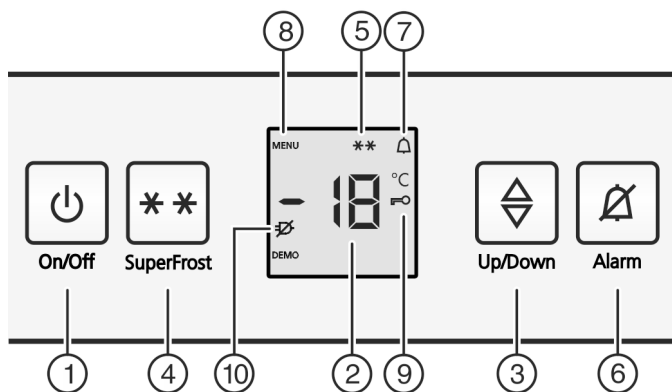

Fig. 2
- El símbolo de SuperFrost Fig. 2 (5) parpadea junto con el indicador de temperatura.*
- ▶ Pulsar tecla On/Off Fig. 2 (1)
- ▶ Activar el modo de ajuste: pulse la tecla SuperFrost Fig. 2 (4) durante aprox. 5 segundos.
- ▷ En el indicador se visualiza el símbolo Menú Fig. 2 (8).
- ▶ Confirmar con la tecla SuperFrost Fig. 2 (4).
- ▷ El símbolo de seguridad para niños *Fig. 2 (9)* se ilumina en el indicador.
- ▶ Pulse brevemente la tecla On/Off *Fig. 2 (1)*.
- ▶ Activar el modo de ajuste: pulse la tecla SuperFrost *Fig. 2 (4)* durante aprox. 5 segundos.
- ▷ En el indicador se visualiza el símbolo Menú *Fig. 2 (8)*.
- ▶ Confirmar con la tecla SuperFrost *Fig. 2 (4)*.
- ▷ El símbolo seguridad para niños *Fig. 2 (9)* desaparece.
- ▶ Pulse la tecla Alarm *Fig. 2 (6)*.
Simultáneamente, parpadea la indicación de temperatura y el símbolo de alarma *Fig. 2 (7)*.
El tono de aviso se desactiva automáticamente, el símbolo de alarma *Fig. 2 (7)* se apaga y la indicación de temperatura deja de parpadear cuando la temperatura vuelve a descender lo suficiente.